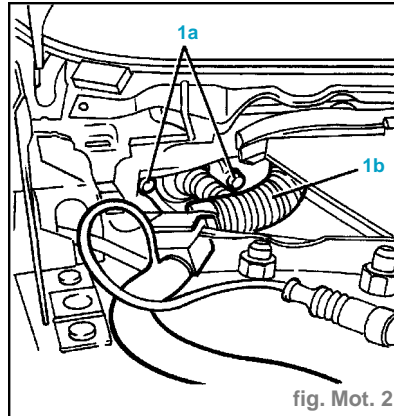

fig. Mot. 2
- Desserrer les vis (1a) du câblage (1b) au niveau de la paroi du compartiment moteur, puis dégager le câblage et le fixer provisoirement au moteur (fig. Mot.2).